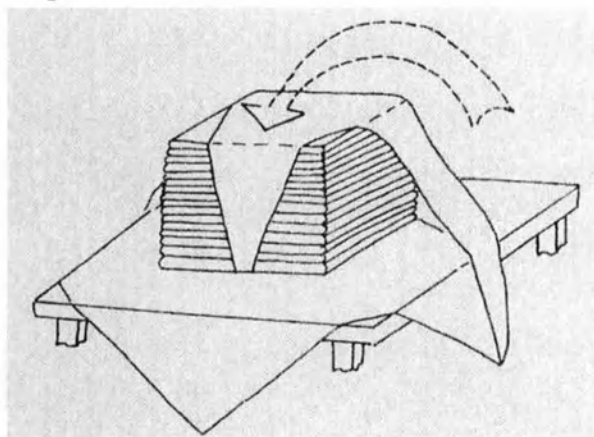

Рис. 5. Первый этап заворачивания стопки простыней
6.4. Сжимают стопку из шестнадцати простыней сверху рукой и плотно заворачивают 17-й простыней, застеленной на столе в соответствии с рис. 5 – 8. Складки заворачивающей простыни на каждом этапе фиксируют липкой лентой для паровой стерилизации.